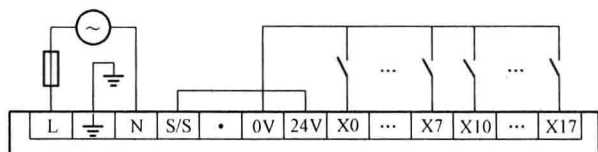

图 1-10 输入电路漏型连接
输入电路漏型连接的示意图如图 1-10 所示。漏型连接时, S/S 输入极性选择端子连接直流 24V 电源端, 24V 电源由 S/S 通过内部的输入光电耦合器, 电流经输入 (X) 端流出, 输入元件可以使用 NPN 型晶体管传感器或其他触点 (如按钮、转换开关、行程开关、继电器的触点) 开关元件。